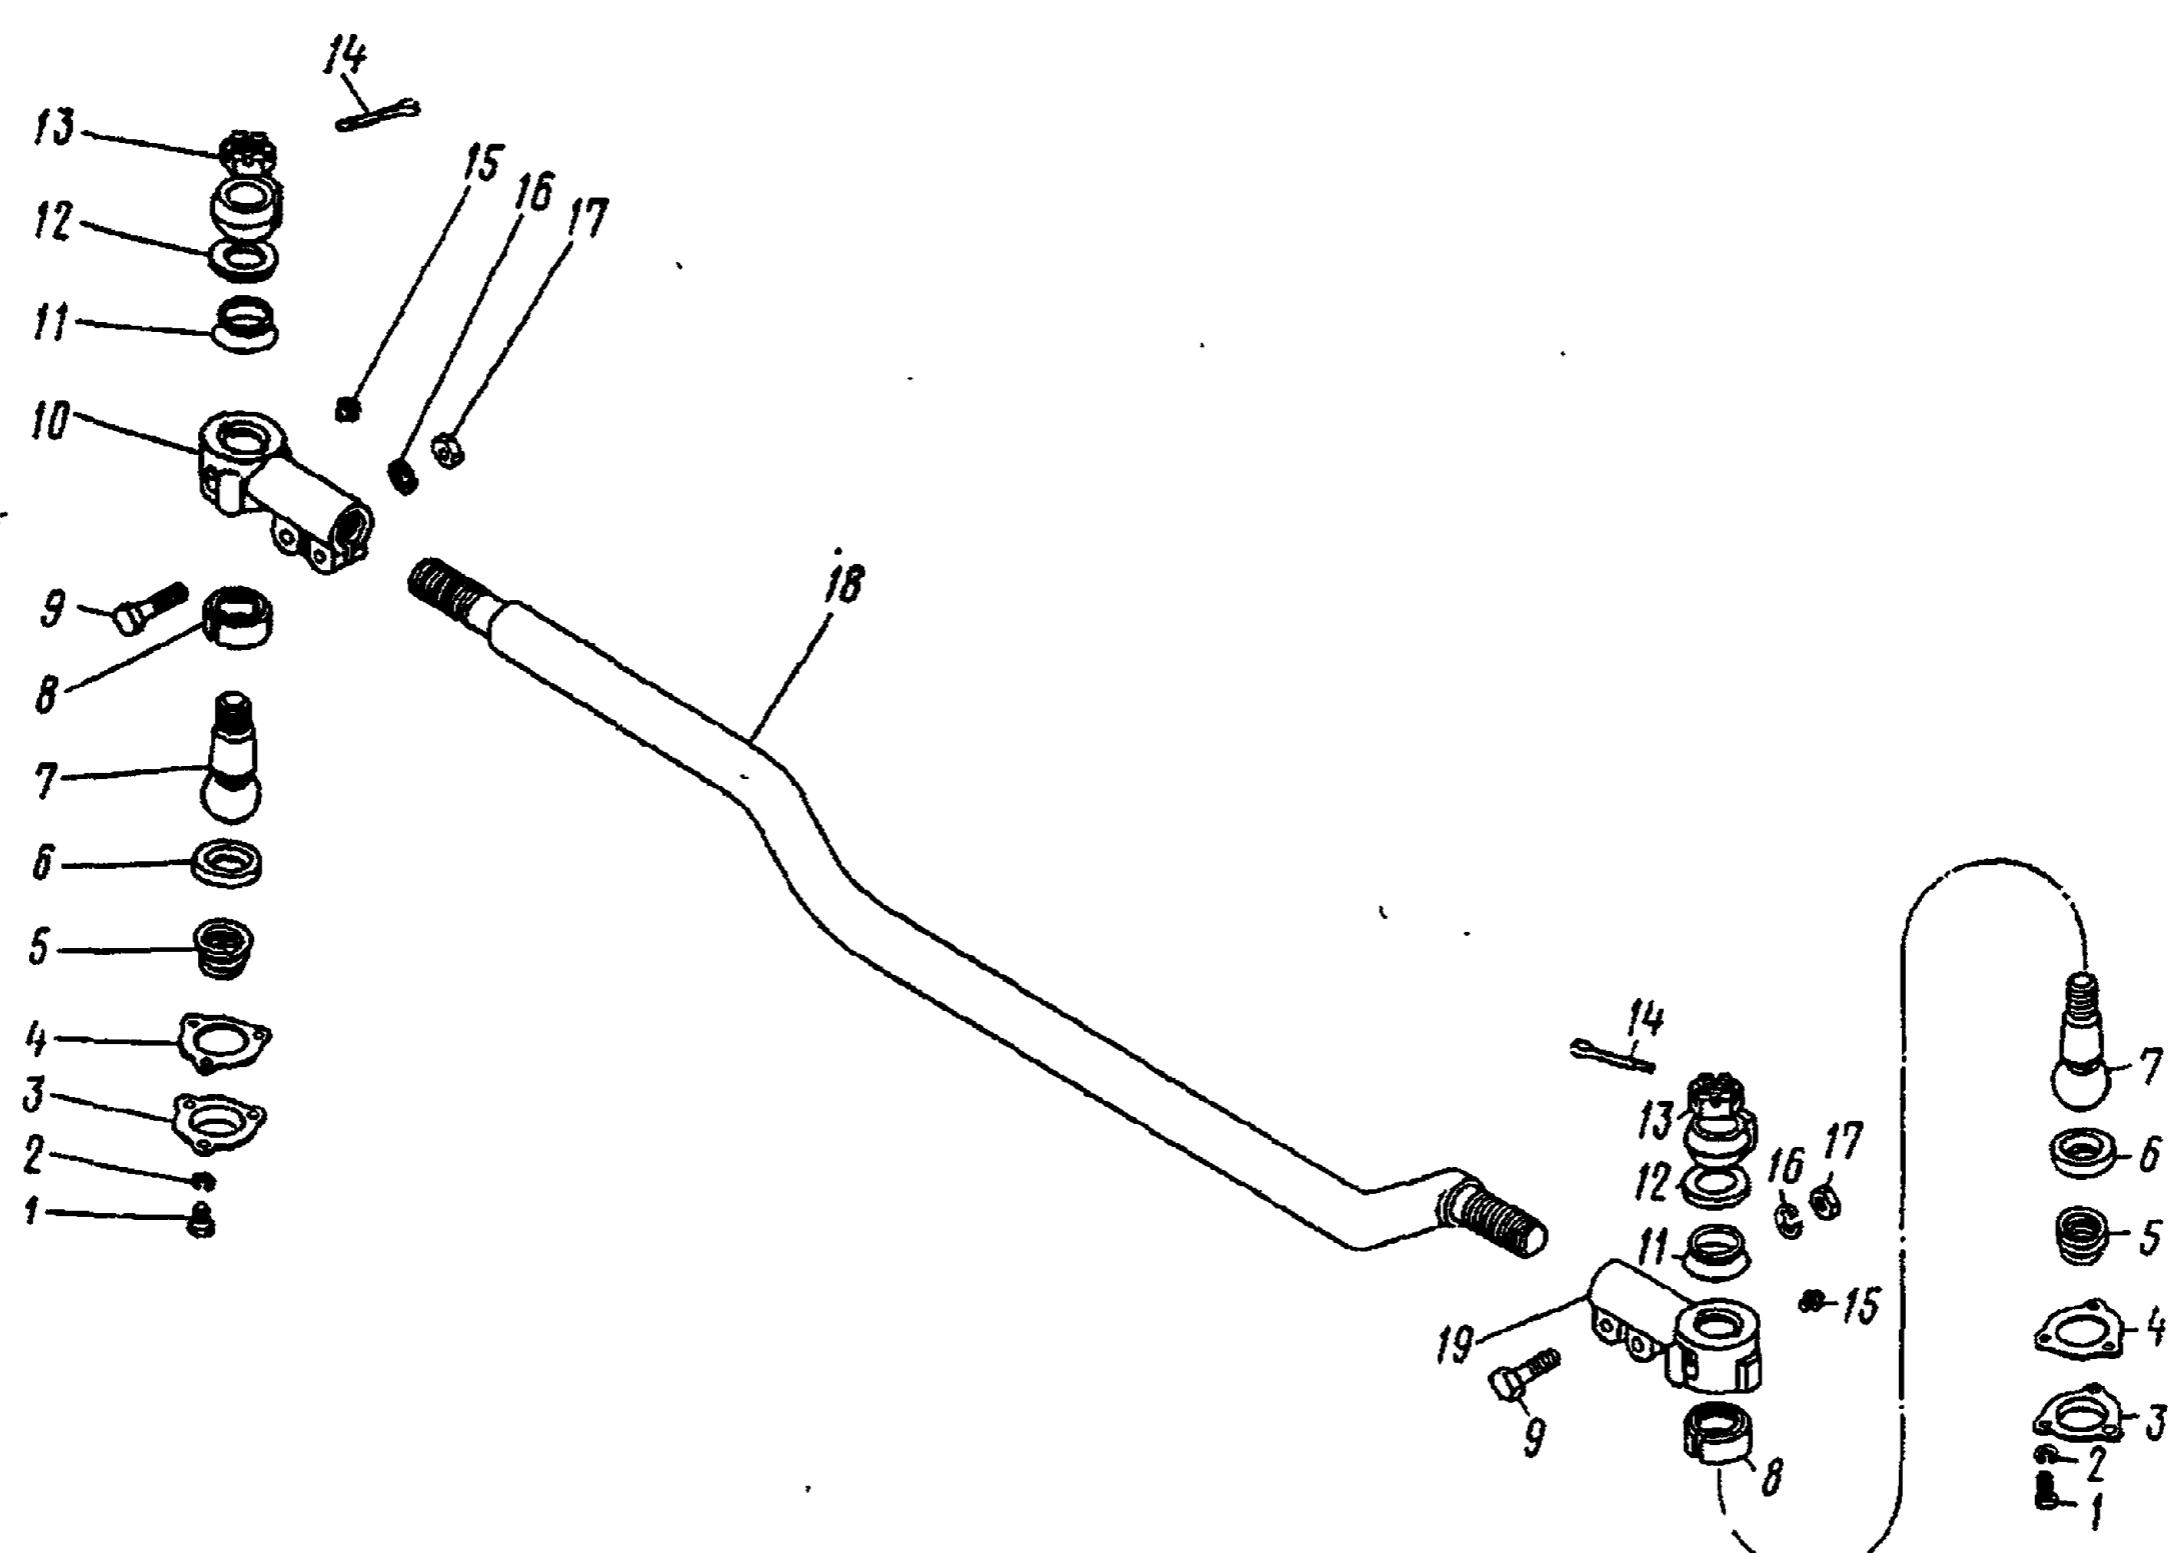

Рис. 57. Тяга рулевой трапеции:
2. Расшплинтуйте и отверните гайку 13 (рис. 57) крепления шарового пальца наконечника 10 тяги рулевой трапеции к корпусу правого поворотного кулака	Плоскогубцы, сменная головка 36 мм и вороток, молоток, шплинтовыйдергиватель
3. Выпрессуйте съемником (см. рис. 56) шаровой палец 7 (см. рис. 57) тяги из конусного отверстия правого поворотного кулака, отсоедините наконечник тяги от кулака и наверните гайку на шаровой палец	Съемник, молоток